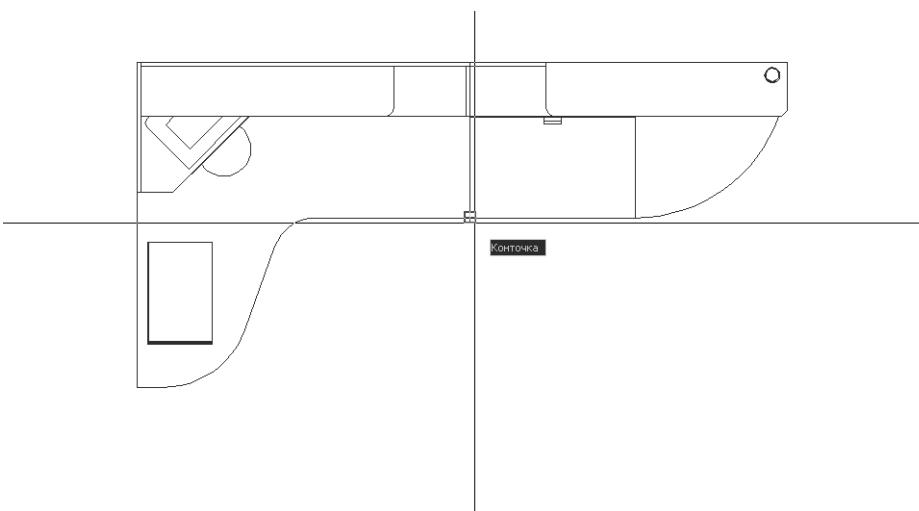

Рис. 12.7 ▶ Выбор базовой точки для режима **Смещение** (Snap From)
- AutoCAD предложит выбрать базовую точку. Выберите нижнюю точку левой вертикальной границы контура парты, как показано на рис. 12.7.